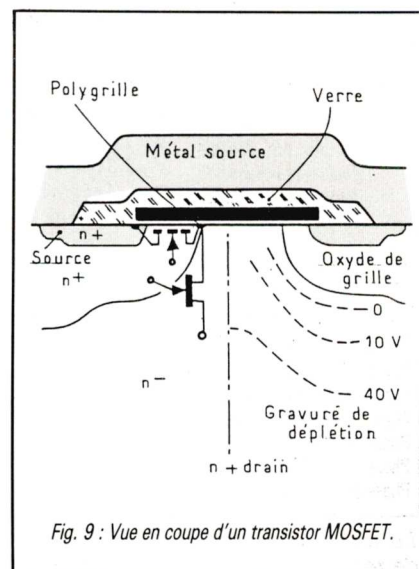
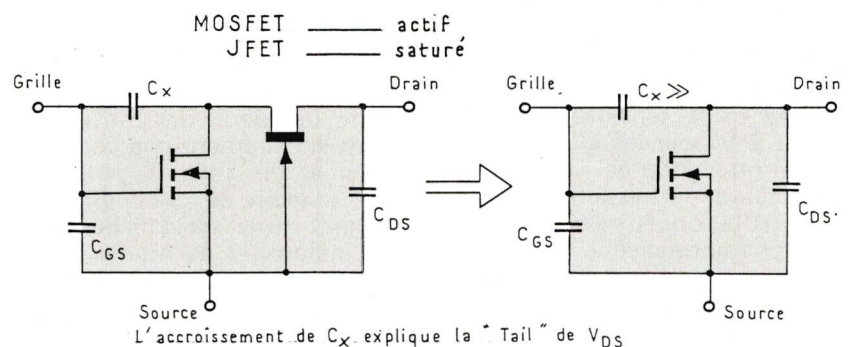

Fig. 9 : Vue en coupe d'un transistor MOSFET.
Fig. 15 : Modèle cascode au cours de la phase 3.
Le puits de diffusion p dans le cas d'un transistor à canal n (figure 9) sert de drain au JFET.
La figure 9 donne une vue en coupe dans un transistor MOSFET avec, superposés, les symboles des transistors MOSFET et JFET. Considérant le transistor horizontal, MOS, le transistor JFET vertical et ajoutant les capacités entre les nœuds, on obtient le circuit de la figure 10a.
**Phase 3 : MOS actif, JFET saturé** (figure 15). Quand le transistor JFET se sature le générateur de courant  $gm_j V_x$  devient un court-circuit. La différence de potentiel dans l'oxyde de grille crée une couche d'accumulation de surface (au voisinage du centre de la figure 9), la zone sans porteurs disparaît et la valeur du condensateur  $C_x$  augmente fortement.